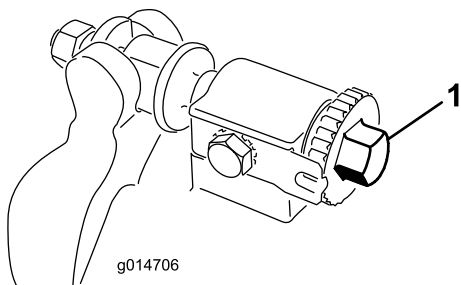
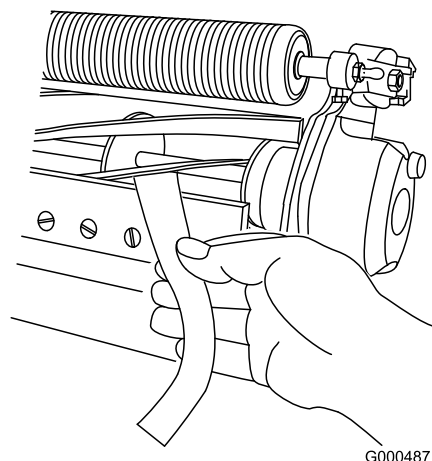

Figura 6
Figura 7
2. Eliminate il contatto con il cilindro facendo girare in senso antiorario le viti di regolazione della barra di appoggio (Figura 6).
4. Inserite una lunga striscia di carta di giornale tra il cilindro e la controlama (Figura 7) da un lato del cilindro. Girate lentamente il cilindro in avanti, e allo stesso tempo girate in senso orario la vite di regolazione della barra di appoggio (dallo stesso lato del cilindro) (Figura 6), uno scatto per volta, finché la carta non viene pizzicata leggermente quando viene inserita dal davanti ed è parallela alla controlama. Tirando la carta dovreste notare una lieve resistenza.
6. Al termine della messa a punto, controllate se il cilindro è in grado di pizzicare la carta inserita dalla parte anteriore, e se la taglia quando viene inserita ad angolo retto rispetto alla controlama (Figura 7). Dovreste riuscire a tagliare la carta con un contatto minimo tra la controlama e le lame del cilindro. In caso di resistenza eccessiva dovreste lappare o affilare di nuovo l'apparato di taglio, al fine di disporre dei bordi affilati necessari per un taglio di precisione (vedere il manuale Toro per l'affilatura del cilindro).